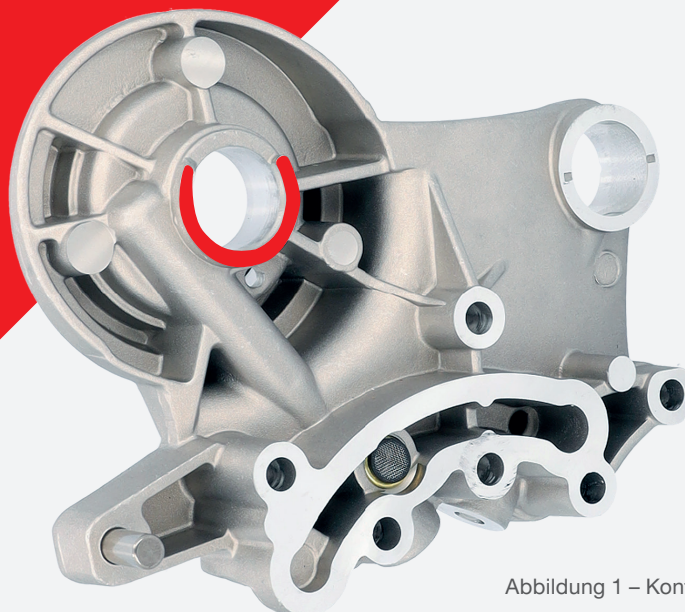

Abbildung 1 – Kontaktfläche
- Wenn das Axialspiel der Einlassnockenwelle größer als 0,2 mm ist, ersetzen Sie den Nockenwellenlagerbock durch das verbesserte febi Teil 171970 oder 172004, das eine 50 % größere Kontaktfläche als das Original hat. (Abb. 1) Dieses entspricht dem OE-Teil 06H 103 144K, das im Oktober 2017 in die Fahrzeugproduktion aufgenommen wurde.